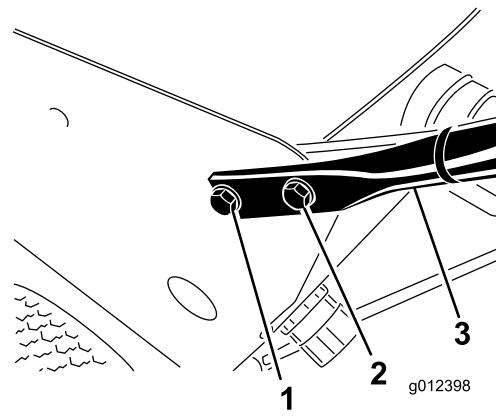

Figura 4
3. Usando el juego de taladros inferior, monte provisionalmente el manillar en el soporte del depósito con 2 pernos (Figura 4).
4. Seleccione uno de los taladros de montaje superiores, coloque el manillar en la posición de uso deseada y sujetelo al soporte del depósito con 2 pernos y tuercas (Figura 4).